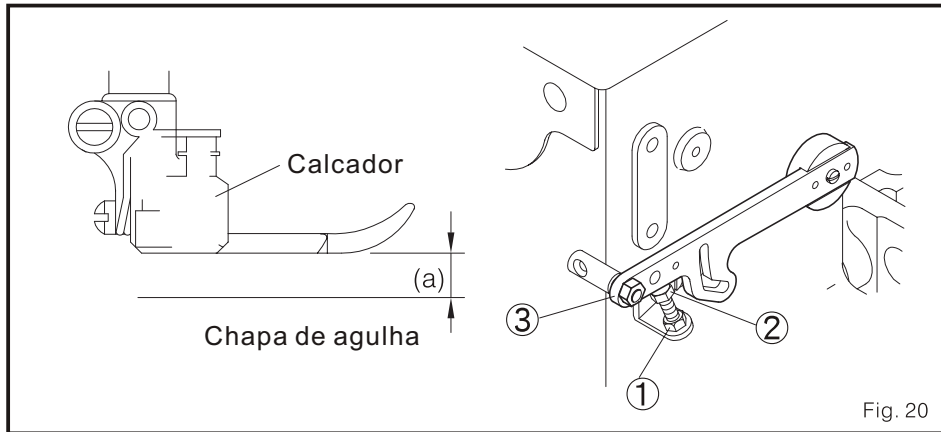

Fig. 20
1. a altura de ascensão do calcador o espaço da borda do fundo do pé prensa o tecido para a superfície da chapa de agulha, quando o calcador fique em sua posição mais alta (Fig. 20)